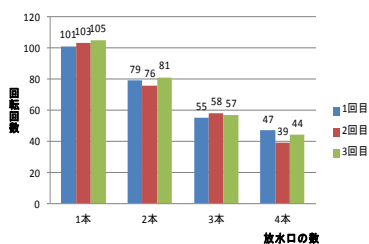

図 8 放水口の数と回転回数の変化
(3) ペットボトルと水の放出口の数と回転回数は図 8 のようになった。放水口の数が多いことで回転の速さが増す一方で、水の減りは早くなる。それぞれの効果が最大となる本数があると考えたが、結果的には水の減り方をゆっくりにした方が有利という結果だった。
(4) 表に示すように、水が多く残る慣性の大きいペットボトルに比べ、小さいペットボトルのほうが回転回数が多いという結果であった。